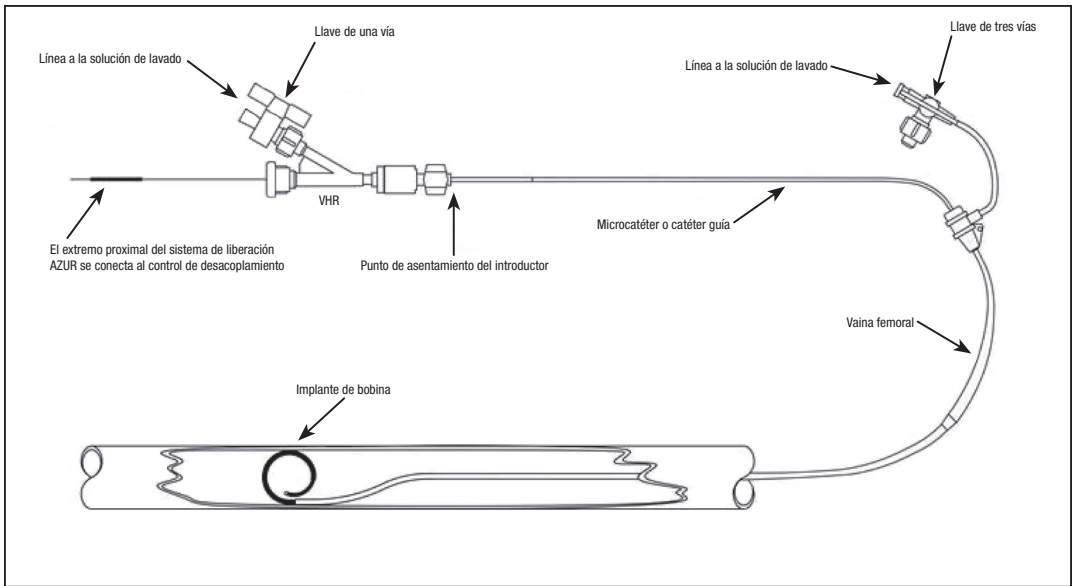

Figura 1. Diagrama de configuración del sistema AZUR
- **NQ** lo utilice junto a dispositivos emisores de radiofrecuencia (RF).
1. Consulte el diagrama de configuración en la figura 1.